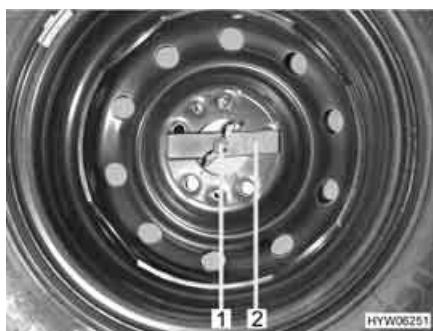

Fig. 258 Ruota di scorta nel gavone di coda
- Svitare manualmente il dado ad alette (Fig. 258,1) e rimuoverlo.
- Rimuovere la barretta di compressione (Fig. 258,2).